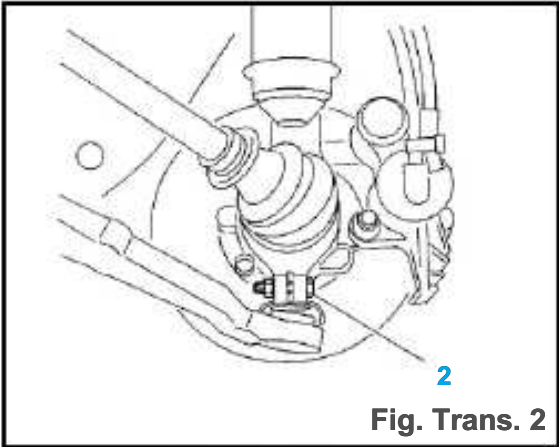

Fig. Trans. 2
- tuerca Unbrake (1).
- Retire la tuerca (1).
- tornillo Release (2) (Fig.. Trans 2).
- el tornillo (2) ; apretar 3.8 m.daN (Fig.Trans 2)